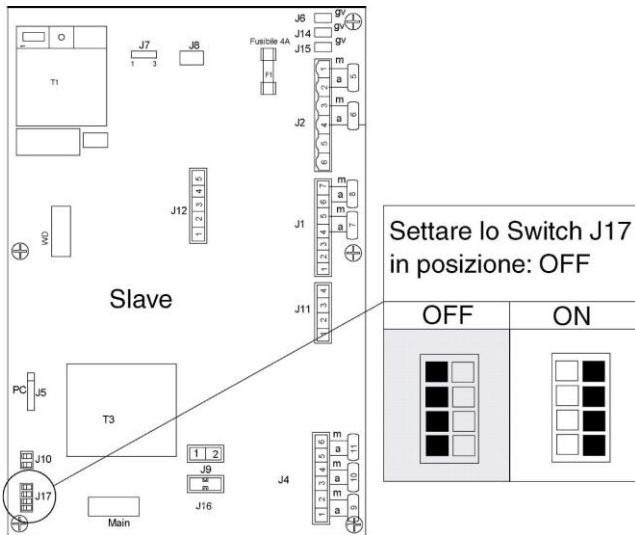

Figura 15
- Settare tutti e quattro gli interruttori J17 presenti sulla Slave del gruppo termico nella posizione Off (Figura 15);